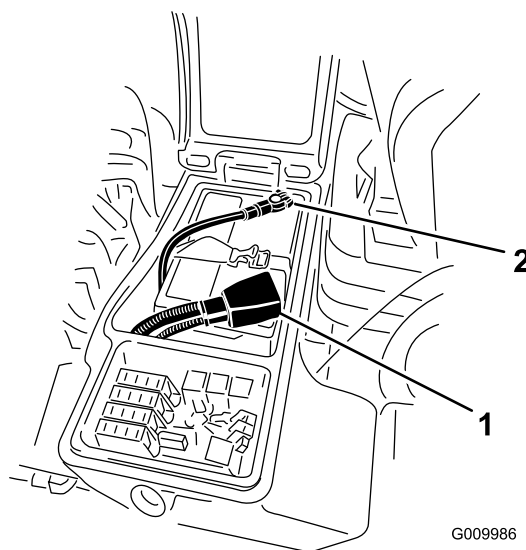

Figura 98
3. Rimuovete il cavo negativo (nero) dal morsetto negativo (-) e il cavo positivo (rosso) dal morsetto positivo (+) della batteria (Figura 98).
6. Collegate il cavo positivo (rosso) al terminale positivo (+) e il cavo negativo (nero) al terminale negativo (-) della batteria (Figura 98).